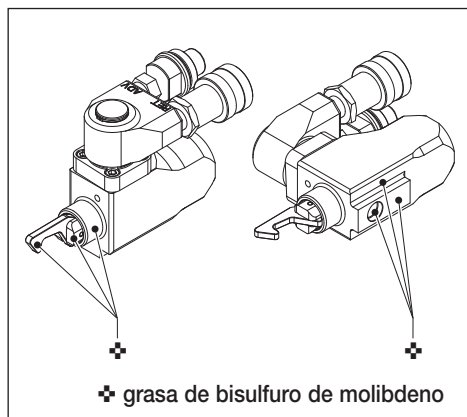

Fig. 13
5.2 Mantenimiento preventivo - Conexión giratoria hidráulica y unidad de impulsión (Fig. 13 y 14)